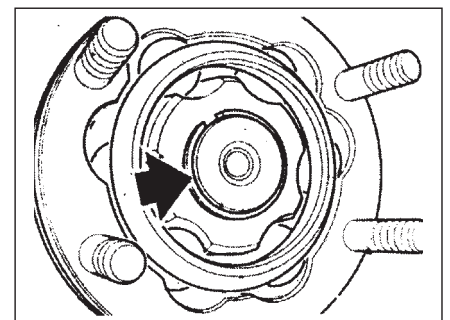

Рис. 17.12. Стопорное кольцо
- Заменить стопорное кольцо (1, рис. 17.12). Провернуть новое стопорное кольцо так, чтобы его концы попали в паз. Смазать посадочную поверхность под сальник на выходном фланце дифференциала маслом для редуктора ГП.